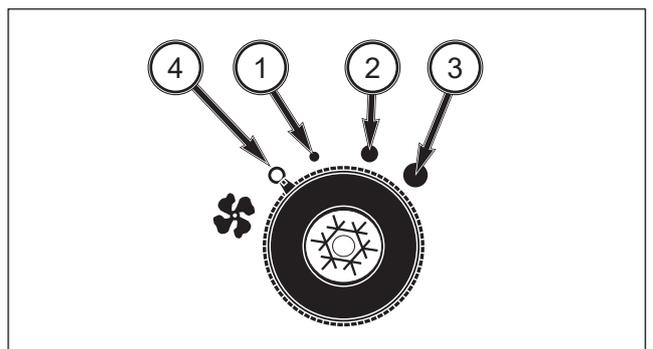

FIG. 137
FIG. 137: La velocidad del ventilador se puede ajustar en 3 niveles al cambiar la posición del interruptor de control de velocidad del ventilador (1), (2) y (3).